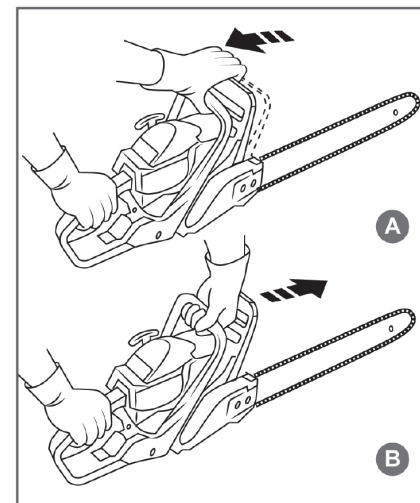

Рис. 7 Проверка механического тормоза
Тормоз цепи выключен (цепь может вращаться), когда ручка тормоза взведена (Рис. 7А).
Тормоз цепи включен (цепь не имеет возможности вращаться), когда ручка тормоза находится в отжатом положении (Рис. 7В).
3. Используя тормоз цепи, переместить левое запястье от себя и нажать им на ручку тормоза, не отпуская рукой переднюю рукоятку пилы (Рис. 7В).
6. Взведите ручку тормоза (Рис. 7А).
4. Убедитесь, что тормоз цепи включен (цепь заторможена), как показано на Рис. 7В.
ВНИМАНИЕ! После запуска двигателя немедленно выключите тормоз пильной цепи. Для этого потяните ручку тормоза на себя до щелчка (Рис. 7А).